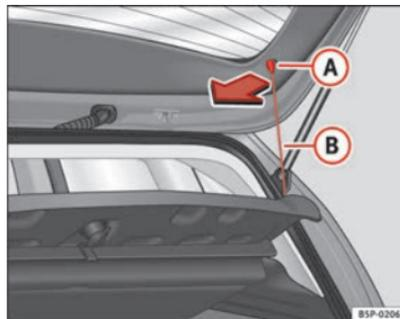

Fig. 123 Bandeja portaobjetos
- Desenganche los tirantes ⇒ fig. 123 **B** de los alojamientos **A**. ▶